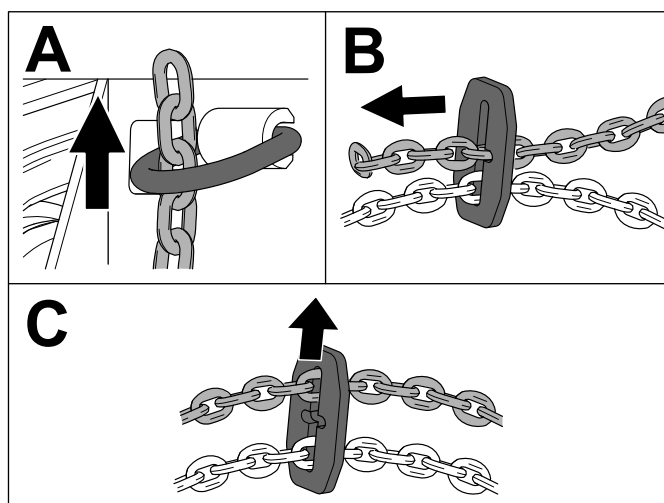

Рисунок 4
1. Проведите левую и правую цепи через левую и правую крепежные скобы, соответственно (Рисунок 4).
2. Вставьте конец цепи в пластину держателя (Рисунок 4) и отрегулируйте длину цепи таким образом, чтобы заднюю часть кустореза нельзя было поднять выше 30 см над землей.
3. Закрепите цепь, подтянув ее к краю пластины держателя (Рисунок 4).